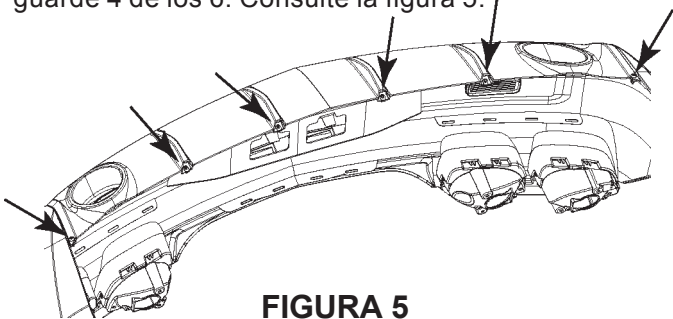

FIGURA 5
8. Desinstale 6 tornillos con una llave de copa de 7 mm, guarde 4 de los 6. Consulte la figura 5.